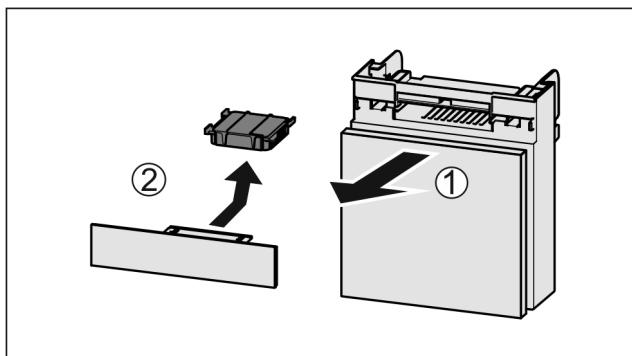

Fig. 187
- Pretinac izvucite Fig. 187 (1) prema naprijed.
- Izvadite filter s aktivnim ugljenom Fig. 187 (2).